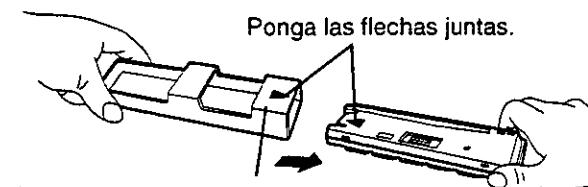

Figura 3
- ④ Como se muestra en la figura 3, inserte la placa frontal removible con la flecha hacia la caja de la placa frontal removible ⑦ hasta que oiga un ruido seco. Mantenga la placa frontal removible en la caja. Luego podrá llegar el panel con seguridad.